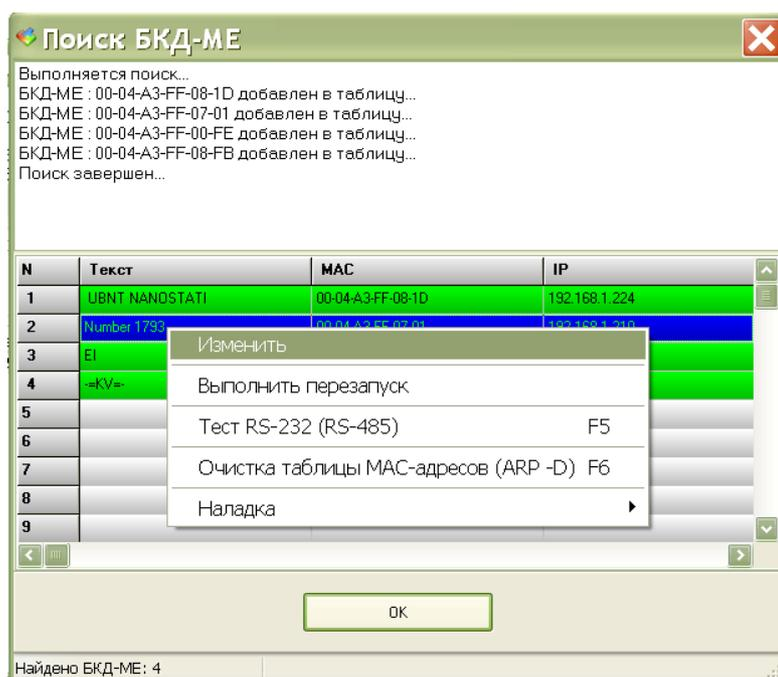

Рисунок 13
5) Откроется окно «Поиск БКД» и будет выполнен поиск всех подключенных к сети БКД-МЕ (рисунок 13). Выбрать требуемый БКД-МЕ и в контекстном меню нажать кнопку «Изменить».